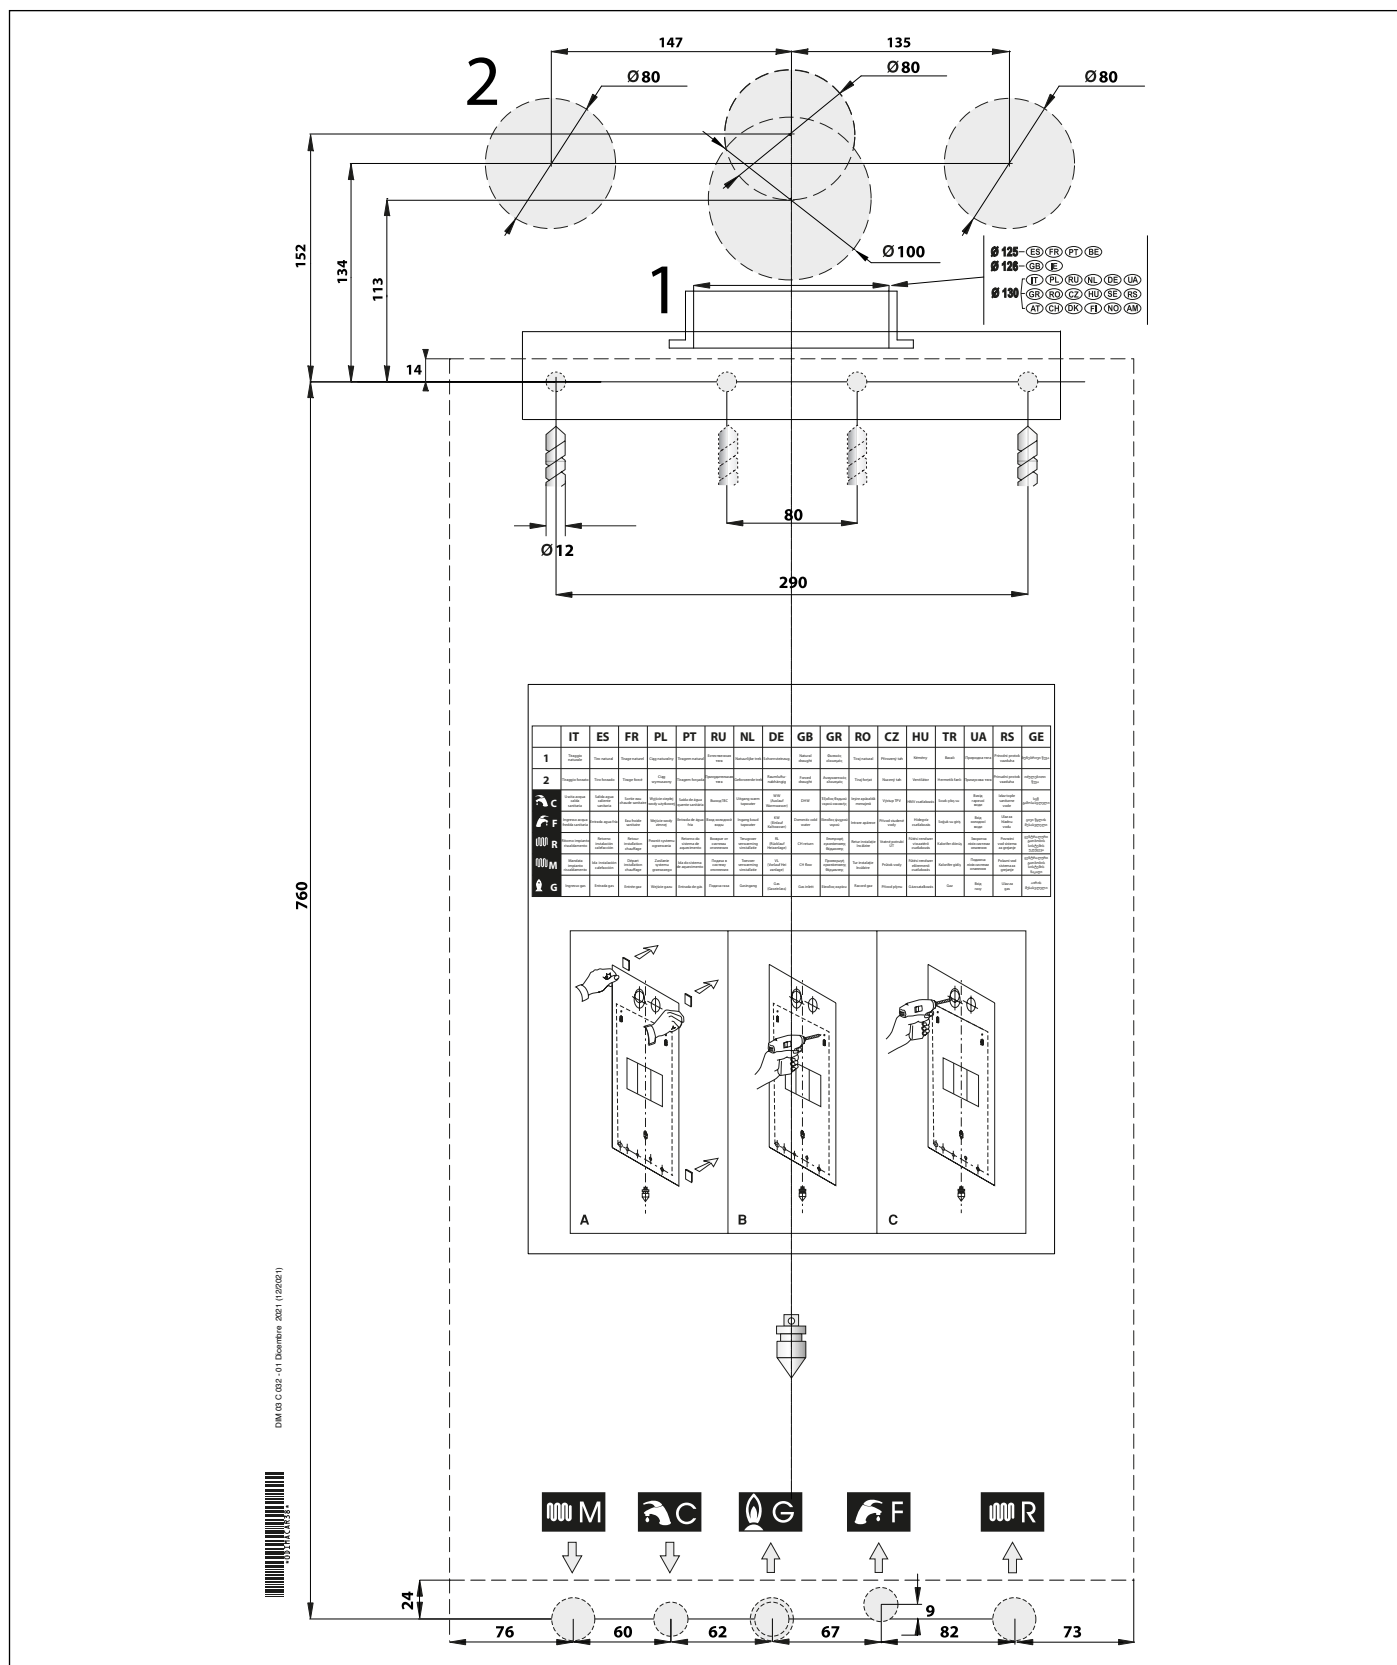

Рис. 9 Паперовий шаблон.
- » монтажний паперовий шаблон для настінного котла (див. Рис. 9 Паперовий шаблон.);
Кожний котел забезпечений спеціальним паперовим шаблоном, що знаходиться в упаковці (див. Рис. 9 Паперовий шаблон.).